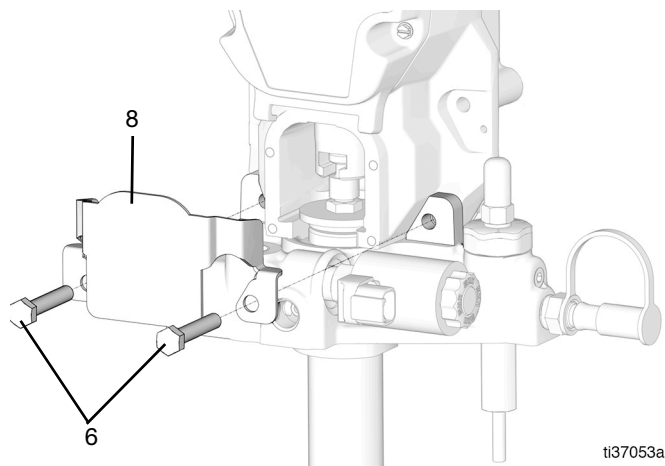

FIG. 32
10. Quite los dos pernos (6) y las dos tuercas (no se muestran) de la cubierta protectora (8) (FIG. 32).